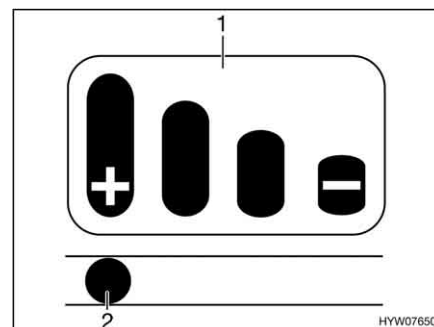

Bild 187 Verschleißanzeige
Auf dem Kupplungsgriff ist eine Verschleißanzeige (Bild 187) mit einem Balkendiagramm (Bild 187,1) angebracht.
- Wenn der Stift (Bild 187,2) im Langloch auf der Markierung mit dem "+" steht, sind die Reibbeläge noch im Neuzustand.